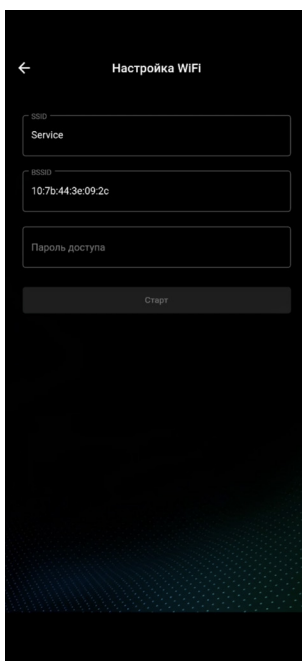

Рис. 4
- 6) Если вы подключены к сети, то будут введены ее данные (Рисунок 4)